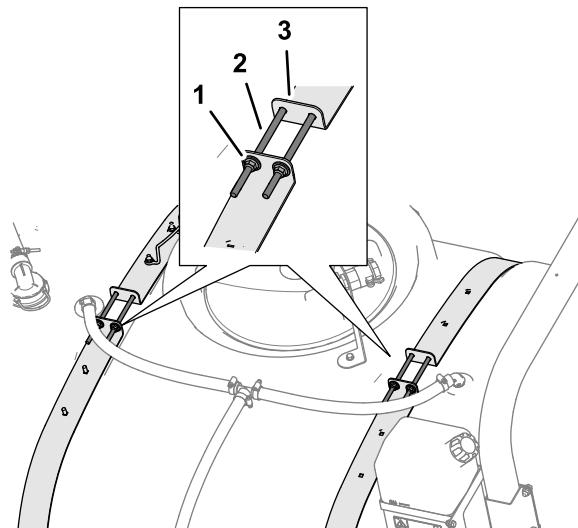

図 7
1. タンク固定ベルト同士を固定しているフランジロックナット4個とボルト4本を外す図 7。
3. ベルトの上部にある締め具フランジロックナット4個とボルト4本を締めてベルトとタンクとを密着させる図7。